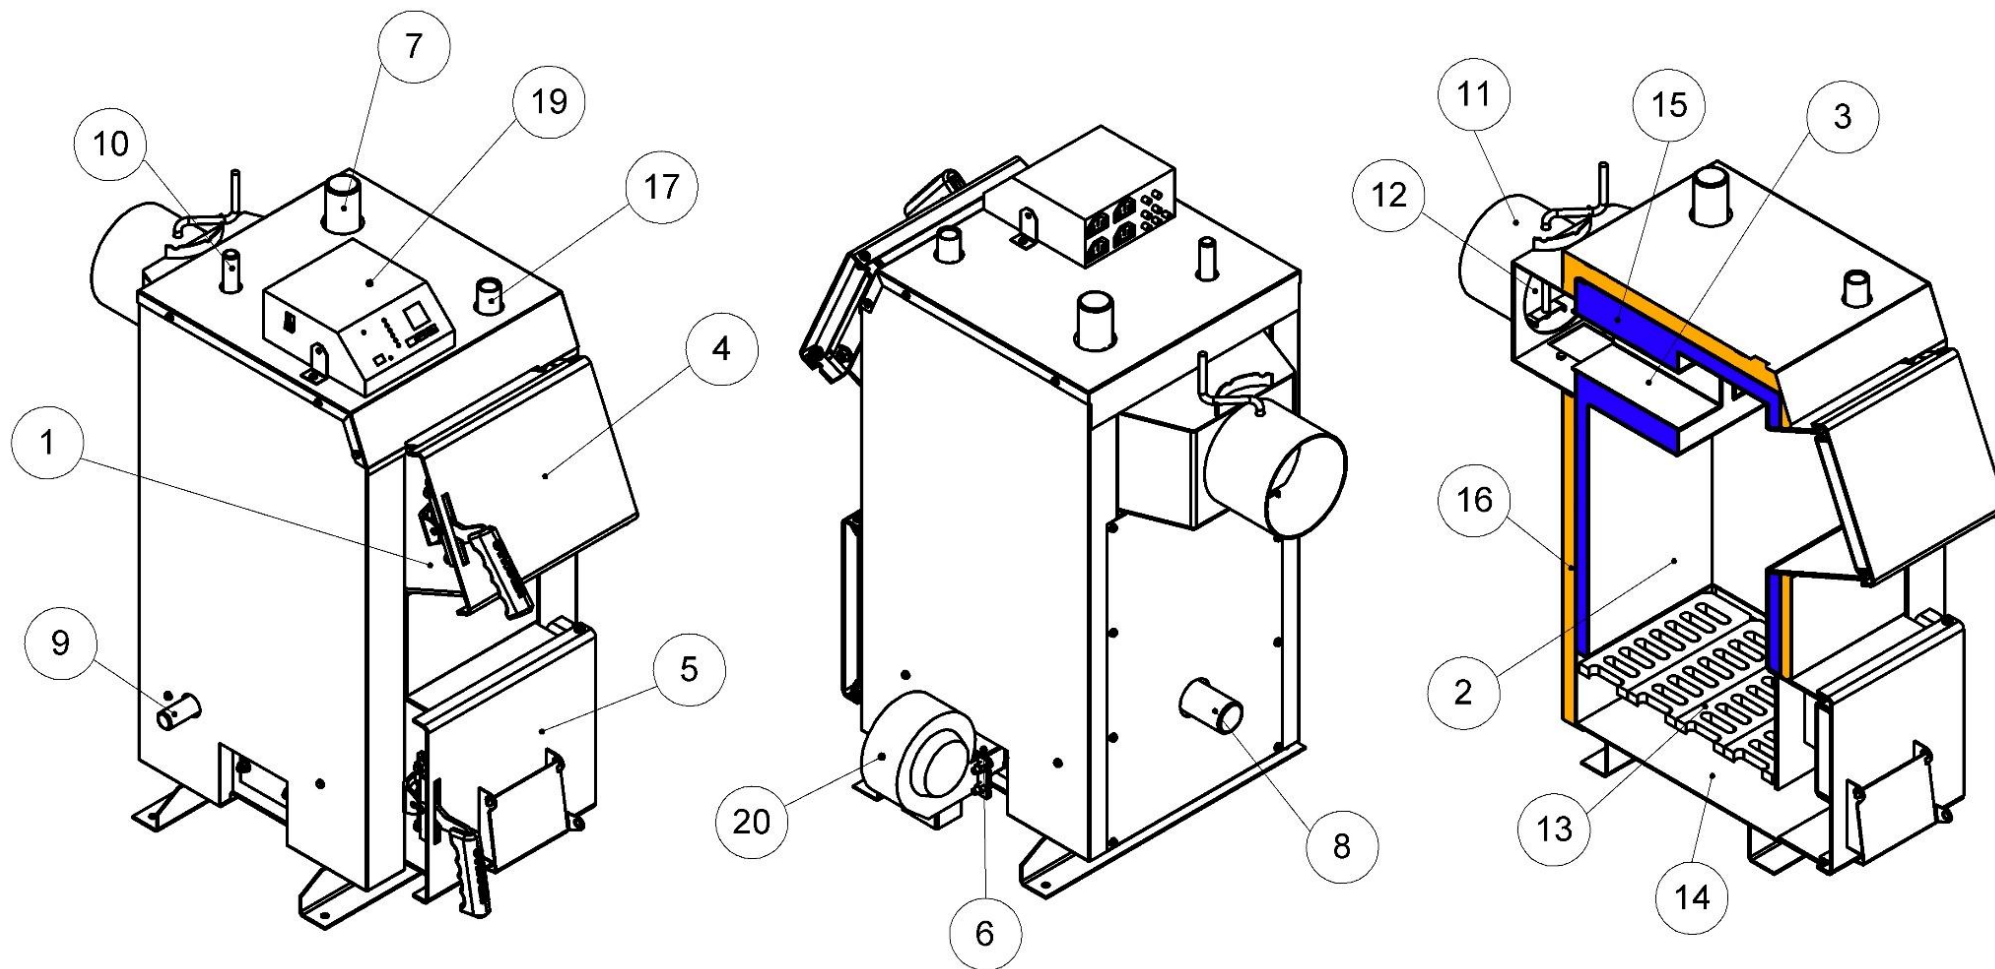

Рисунок 5.2 – Зовнішній вигляд та основні елементи котлів типу КТД (серія Еко+)
- у котлі **Еко+** – припливним вентилятором (поз. 20, рис. 5.2) під колосникові ґрати по каналу подачі повітря. Кількість повітря, необхідного для процесу згоряння, регулюється автоматично контролером (поз. 19, рис. 5.2).